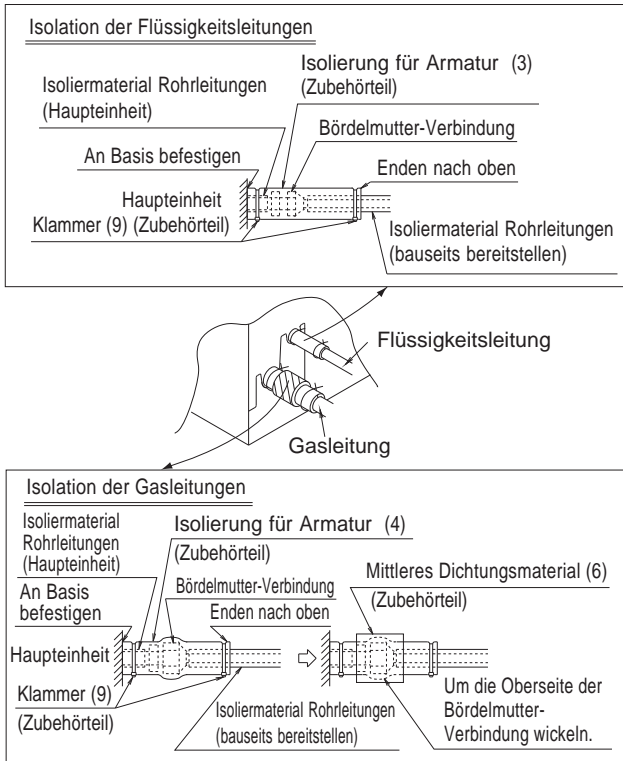

Abb. 8
- (2) Vergewissern Sie sich nach Abschluss der Arbeiten, dass kein Gas austritt.
- (3) Nach der Leckprüfung müssen die Anschlüsse der Rohrleitungen entsprechend Abb. 8 isoliert werden.
- Verwenden Sie hierzu das Isoliermaterial für Anschlüsse (3) (4), das den Flüssigkeits- und Gasleitungen beiliegt. Beachten Sie dabei, dass die Enden der Isolierung der Anschlüsse (3) (4) nach oben zeigen. (Befestigen Sie beide Seiten mit einer Klemme (9).)
- Wickeln Sie auf der Bördelseite der Anschlüsse der Gasleitungen das mittlere Dichtungsmaterial (6) über die Isolierung der Anschlüsse (4).